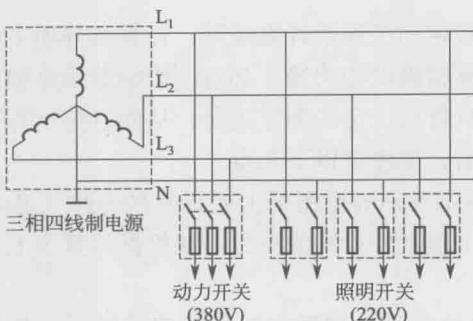

图 1-6 三相四线制供电原理图
② 三相四线制供电。三相四线电源可以输送两种电压，即 $220V$ 相电压和 $380V$ 线电压。三相四线制有 L_1 、 L_2 、 L_3 三根相线（火线），另外还有一根中性线（零线）N，所以称为四线制，也叫“Y”接线法，如图 1-6 所示。